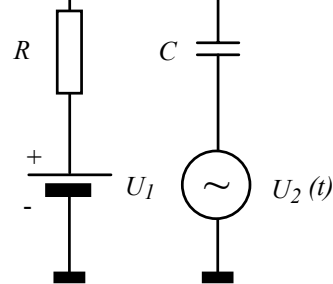

Fig. 1.37.
**P 1.10.** În circuitul din Fig. 1.37 aveți două surse de tensiune: una de tensiune continuă  $U_1 = \text{consta}$  și una de tensiune sinusoidală  $U_2(t) = U_{2m} \sin(\omega t)$ , condensatorul  $C$  avînd la frecvența  $\omega$  o reactanță neglijabilă față de rezistența  $R$  (se comportă ca un **scurtcircuit** la această frecvență). Calculați potențialul nodului A. Indicație: utilizați teorema superpoziției, anulînd pe rînd cîte una dintre tensiunile surselor, și calculați potențialul cu teorema Milman.